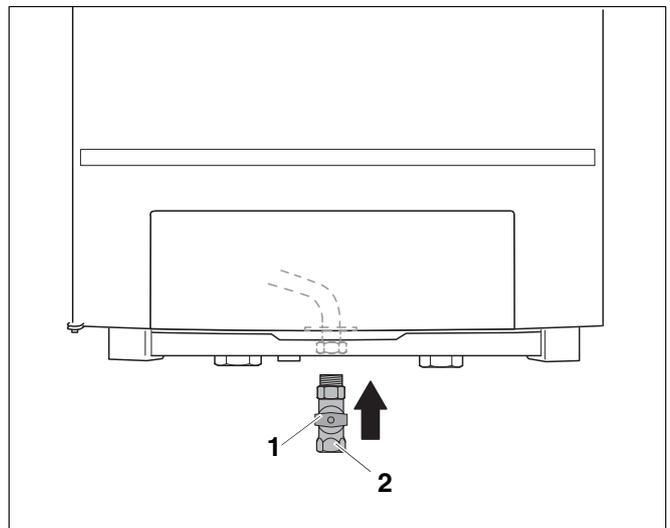

Fig. 13 Collegamento del raccordo del gas
- Installare il rubinetto del gas (fig. 13, **pos. 1**) nella tubazione del gas (GAS). Utilizzare un rubinetto con un diametro minimo di almeno 1".
- Collegare la tubazione del gas, senza tensioni al raccordo del gas (fig. 13, **pos. 2**). Utilizzare tubature del gas con un diametro minimo di almeno di 1".